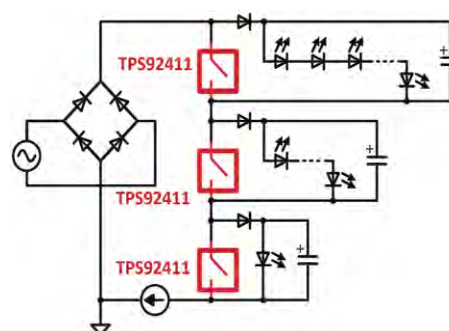
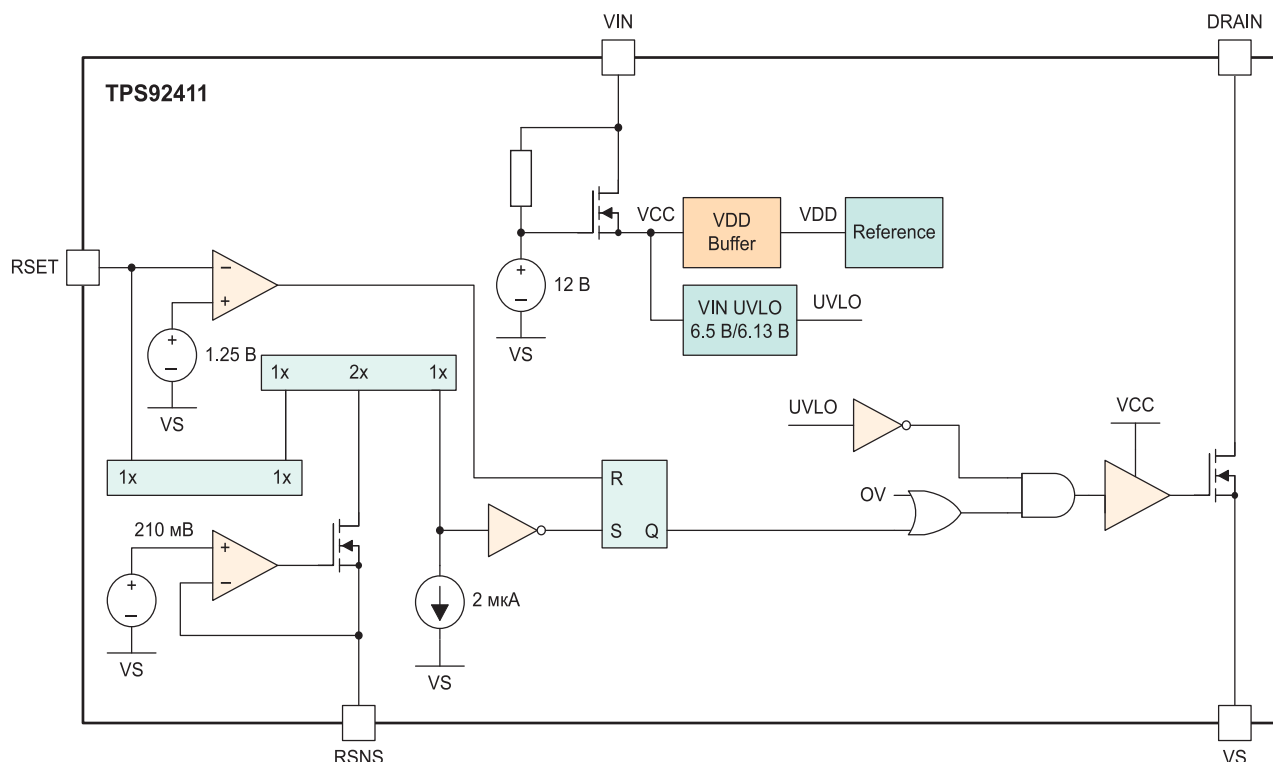
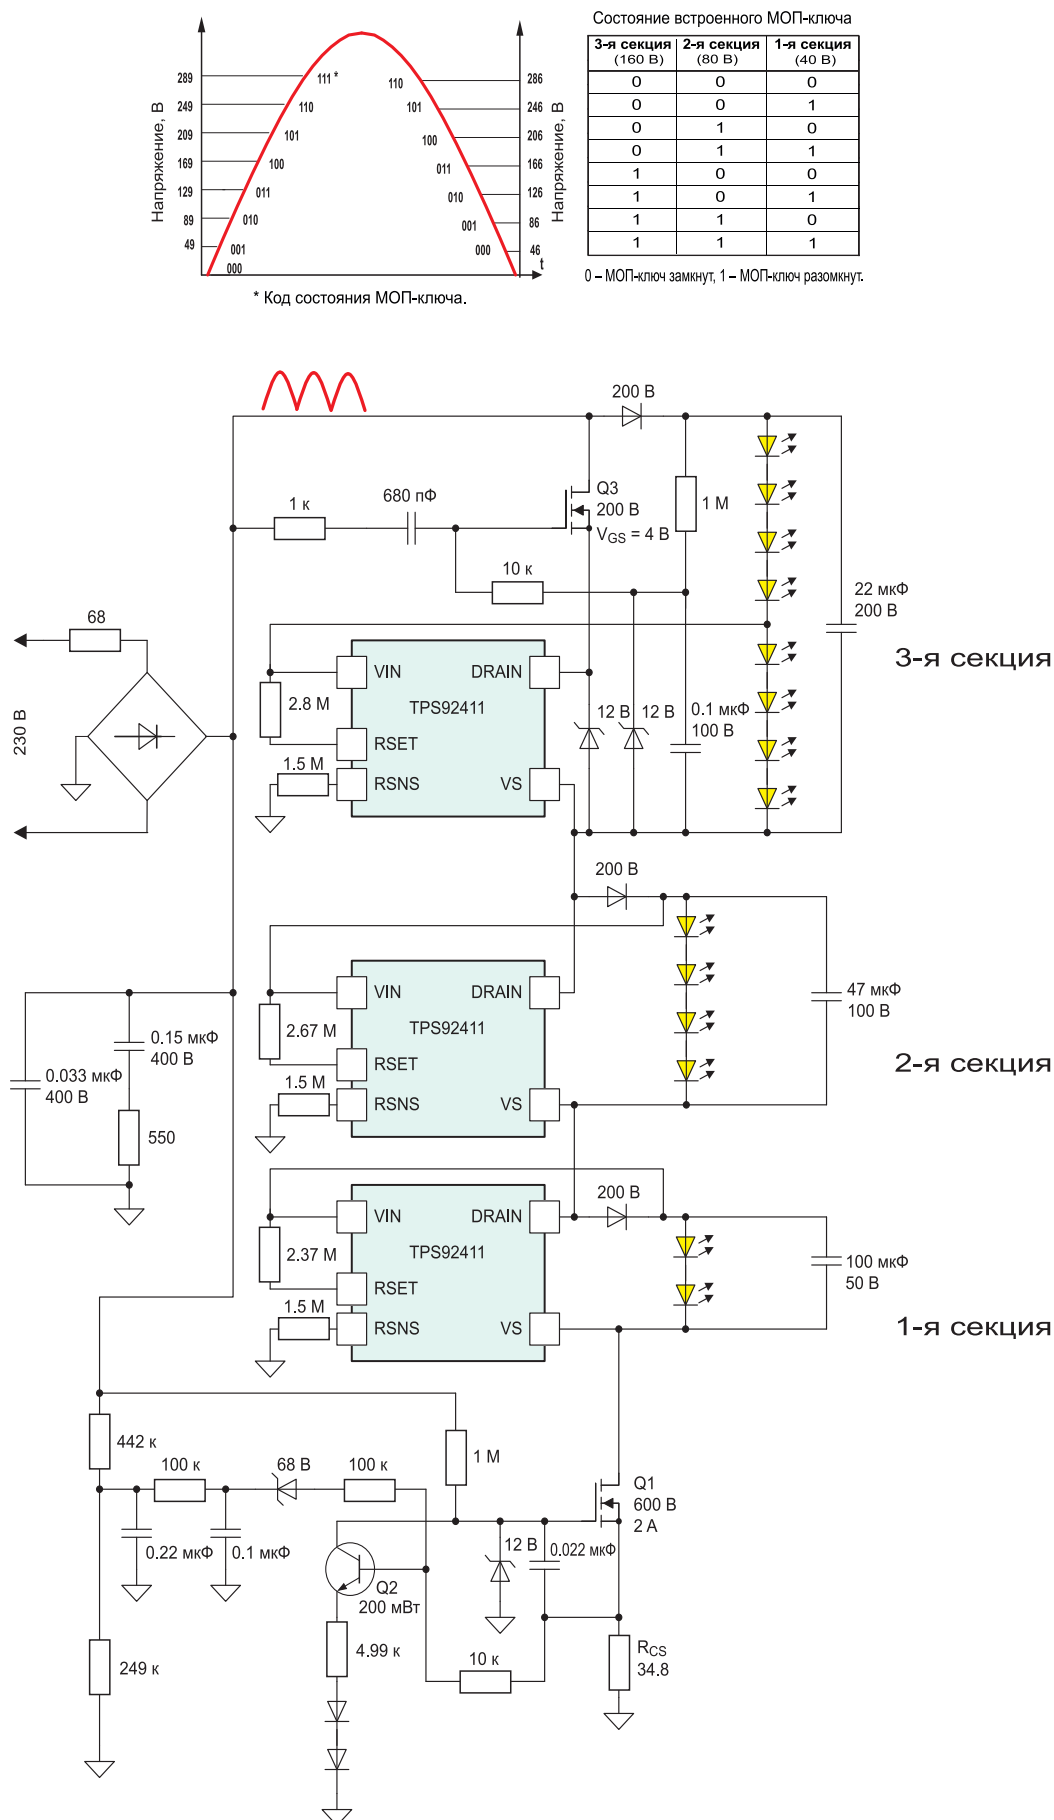

Рис. 8. Структурная схема драйвера светодиодов с использованием ИМС TPS92411
Рис. 9. Структурная схема ИМС TPS92411
Рис. 10. Схема драйвера светодиодов с использованием ИМС TPS92411 и диаграмма, поясняющая его работу
Во втором варианте используется только один стабилизатор тока, а для коммутации секций светодиодов применяются транзисторные ключи, переключаемые специальным устройством управления. Такой принцип построения бестрансформаторного драйвера светодиодов реализуется с применением анонсированной в конце 2013 года микросхемы TPS92411 (рис. 8), которая представляет собой, по сути, "плавающий" МОП-ключ с устройством управления [6-8]. Структурная схема ИМС TPS92411 приведена на рис. 9. Сопротивление транзисторного ключа в открытом состоянии 2 Ом (типичное значение), допустимое напряжение – 100 В, скорость нарастания выходного напряжения при включении – 1 В/мкс. Микросхема изготавливается в корпусе DBV (SOT23-5) или DDA (SO-8 Power-Pad) и обеспечивает максимальный ток до 200 или 350 мА соответственно. Диапазон допустимой температуры кри-
На рис. 10 приведена схема драйвера светодиодов, в котором использована микросхема TPS92411, и временная диаграмма, поясняющая принцип его работы. Цепочка светодиодов разбивается на три секции таким образом, чтобы сумма падения напряжения на секциях была примерно равна амплитудному значению сетевого напряжения. При напряжении сети 230 В рекомендуемые значения: 40, 80 и 160 В [6]. Для управления состоянием (вкл./откл.) встроенного коммутирующего МОП-транзистора используются RS-триггер и два компаратора (см. рис. 9) с регулируемым напряжением срабатывания, устанавливаемым с использованием всего двух внешних резисторов. Напряжение порога срабатывания компаратора, при котором происходит размыкание ключа, выбирается примерно на 8-12 В выше падения напряжения на соответствующих подключенных секциях светодиодов. Для приведенной на рис. 10 схемы – это 49, 89 и 169 В. Рекомендуемое напряжение порога, при котором про-
исходит замыкание МОП-ключа, составляет примерно 6 В. Таким образом, при достижении напряжения 49 В на первой секции светодиодов (1) МОП-транзистор переходит в закрытое состояние и через светодиоды этой секции происходит разряд подключенного к ней конденсатора. Последовательность вкл./откл. транзисторных ключей всех трех (1-3) секций светодиодов в соответствии с изменением амплитуды сетевого напряжения показана на рис. 10. Стабилизатор тока (Q1, Q2) поддерживает заданный ток при изменении сетевого напряжения. Величина тока определяется допустимой потребляемой мощностью и сопротивлением резистора R_{CS} . К примеру, при потребляемой мощности 16 Вт величина тока составляет 0.07 A ($16\text{ Вт}/230\text{ В}$). Сопротивление резистора R_{CS} определяется из отношения $2.44\text{ В}/0.07\text{ A} = 34.8\text{ Ом}$.